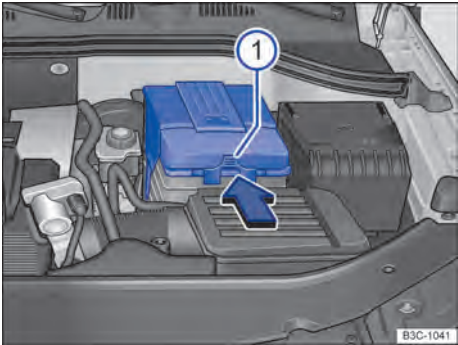

Fig. 227 No compartimento do motor: retirar a cobertura de plástico da bateria do veículo (versão 1).
- Com uma cobertura de plástico: pressionar sobre a tira ⇒ Fig. 227 no sentido da seta e retirar a cobertura de plástico para cima.